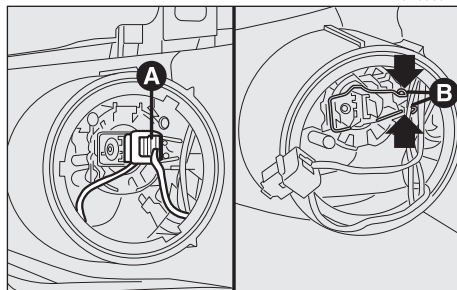

fig. 27
– Sfilare il connettore (**A-fig. 27**) ed estrarre la lampada agendo sulle mollette (**B**) come indicato in figura.